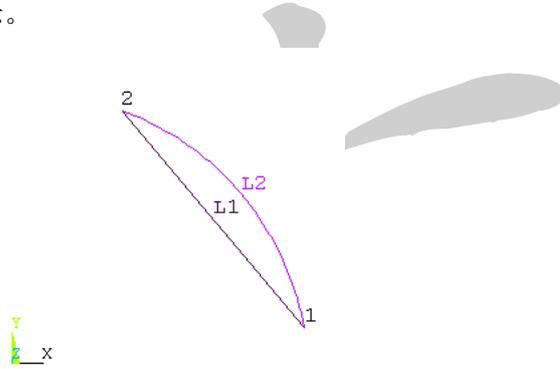

图3.16 指定两个关键点定义线
(1) 单击 **【Utility Menu】|【WorkPlane】|【Change Active CS to】|【Global Cylindrical】** 菜单，改变当前活动坐标系为柱坐标系。
(2) 单击 **Main Menu > Preprocessor > Modeling > Create > Lines > Lines > In Active Coord** 菜单，弹出如图形拾取对话框，然后用鼠标依次在图形视窗中选择关键点 1 和 2，此时又生成了一条弧线 L2。如图 3.16 所示。
ANSYS 在各种坐标系下对于“直线”的定义是不同的，在笛卡尔直角坐标系中，程序需要保证在线条方向上， dX/dL 、 dY/dL 和 dZ/dL 三个量需要保持不变；在柱坐标系中，同样要保持 dR/dL 、 $d\theta/dL$ 和 dZ/dL ，这时 ANSYS 将生成一条螺旋线或弧线（如图 3.16），这被认为是柱坐标系下的“直线”。